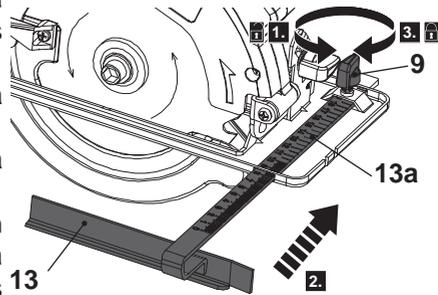

Fig. 3
1. Afloje la perilla de fijación de la guía paralela (9) en sentido contrario a las agujas del reloj (Fig. 3, paso 1).
2. Alinee la guía paralela (13) con la ranura e introdúzcala (Fig. 3, paso 2).
4. Fije la guía paralela (13) en su posición apretando la perilla de fijación de la guía paralela (9) en el sentido de las agujas del reloj (Fig. 3, paso 3).